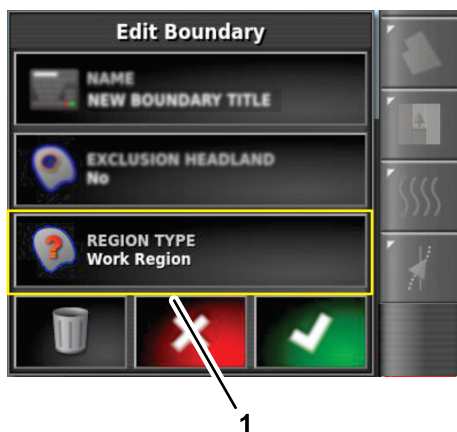

Figura 63
1. Nella finestra di dialogo Modifica confini, premete l'icona TIPO DI REGIONE (Figura 63).